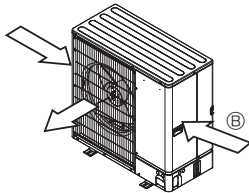

Fig. 2-6
- ③ Εγκαταστήστε τη μονάδα με τρόπο ώστε ο αέρας που βγαίνει από το στόμιο εξαγωγής να φυσά κάθετα σε σχέση με την κατεύθυνση του ανέμου, εάν αυτό είναι δυνατό. (Fig. 2-6)